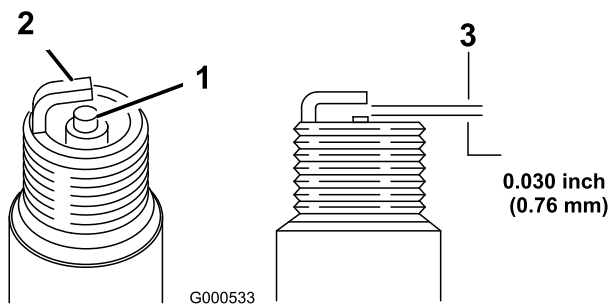

Рисунок 54
1. Осмотрите середину каждой свечи зажигания (Рисунок 54).
2. Проверьте зазор между центральным и боковым электродами (Рисунок 54) и отогните боковой электрод, если зазор не соответствует требуемому.